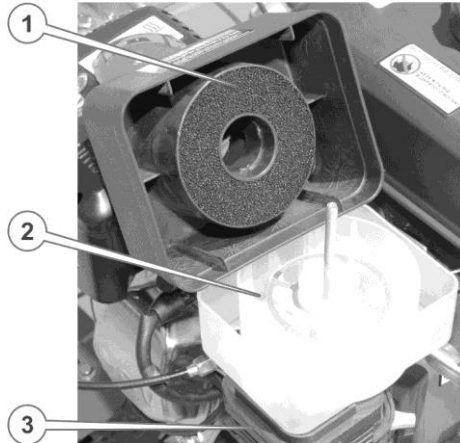

Рисунок 5.1. Повітряний фільтр
2. Дістати поролоновий фільтрувальний елемент з піддона (див. рисунок 5.1.), промити його в розчині мийного засобу (можна використовувати бензинове паливо або, у разі особливо сильного забруднення, гас), віджати і ретельно висушити. Якщо фільтрувальний елемент надмірно забруднений або пошкоджений – замінити його.
4. Установити піддон на місце, налити в нього 50-70 г моторного мастила (до позначки рівня на корпусі масляної ванни, див. рисунок 5.1.), рівномірно розподіливши його по секціях піддону.